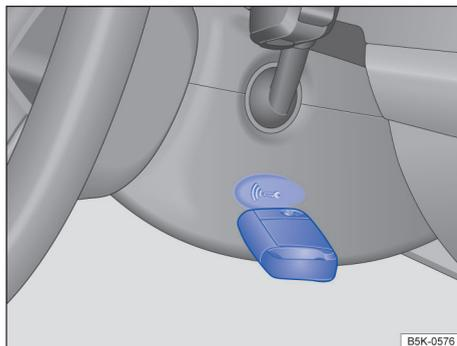

Fig. 90 À direita na coluna de direção: função de partida de emergência em veículos com sistema de travamento e de partida Keyless Access sem chave.
- Manter a chave do veículo diretamente após pressionar o botão de partida à direita da coluna de direção → Fig. 90.